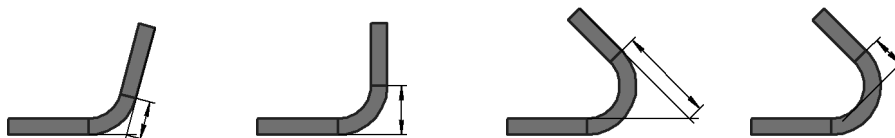

Рис. 97.12. Минимальная длина
- ▼ При использовании способов **Длина по контуру** и **Длина по касанию** значение, вводимое в поле **Длина**, должно быть больше некоторого минимума (рис. 97.12). В общем случае он зависит от толщины материала, угла и радиуса сгиба.